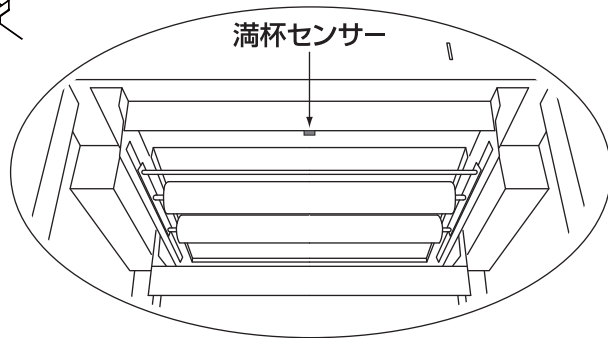

図8 満杯センサーの掃除
- 1.電源スイッチ①の下側を押して電源を切り、電源コード⑩の電源プラグを抜いてください。
- 2.満杯センサーに付着した紙粉や細かい細断屑を柔らかい布等で取り除いてください。 P18 図8 参照